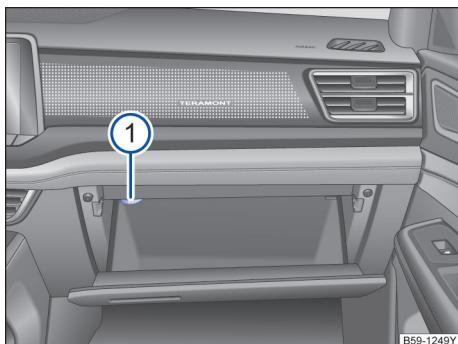

图 179 在仪表板内：副驾驶员侧的储物盒已打开
→图 179 的图例：
配备有出风口 → 图 179①的储物盒，当空调制冷设备打开时冷风可通过此出风口吹入储物盒内。